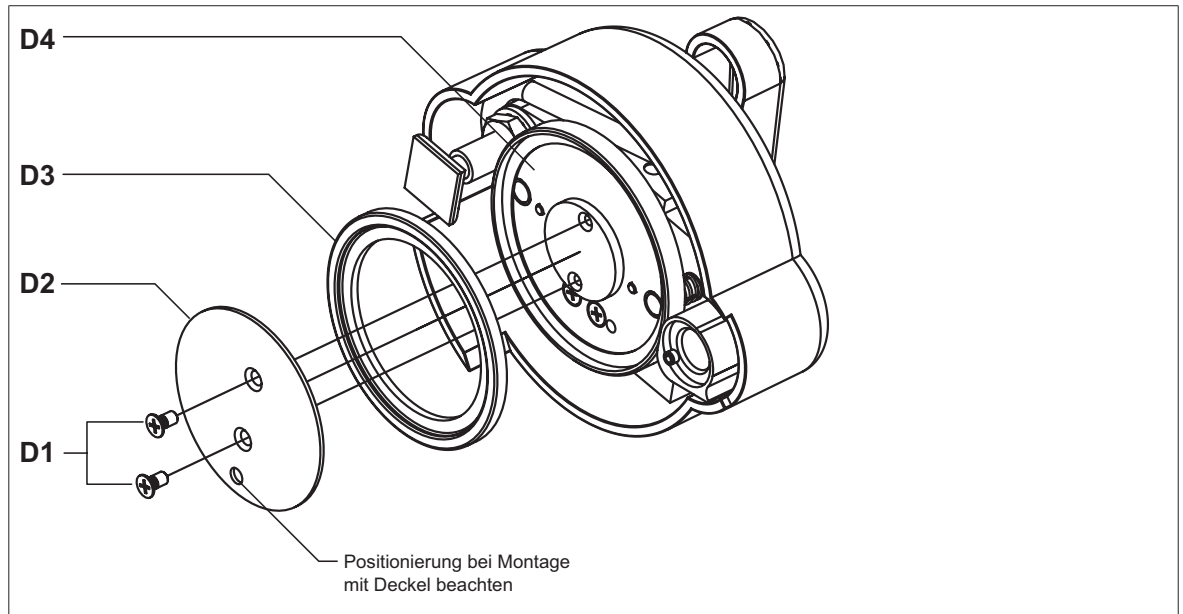

Bild 6.5/1: Austausch der Deckeldichtung
6. Montieren Sie den Dichtungshalter. Beachten Sie dabei die Lage der Belüftungsöffnung (siehe Bild 6.5/1). Ziehen Sie die Befestigungsschrauben wechselweise fest.